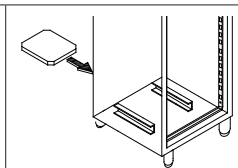

Figura 3
- Inserite il contenitore dello sbrinatori nelle guide poste sotto il frigorifero, realizzate il suo collegamento per i modelli predisposti per vaporizzazione automatica (Figura 3) (Valido solo per i modelli predisposti).